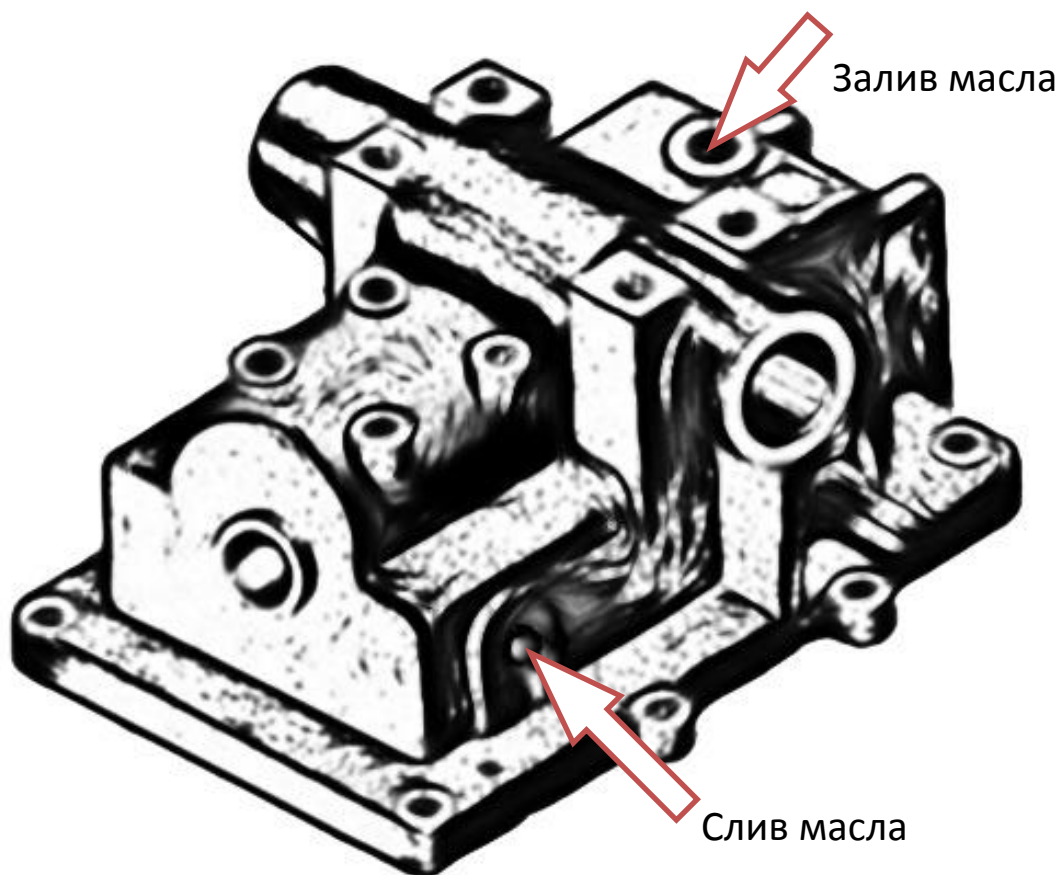

Рис. 3-17. Заливное и сливное отверстия на корпусе гидробака.
Рукоятка включения масляного насоса гидросистемы закреплена на левой стороне корпуса коробки передач (рис. 3-17).
1. Проверить уровень масла в корпусе гидробака. Уровень масла должен находиться между метками на масломерной линейке. Залив и слив масла из корпуса гидробака производится из соответствующих отверстий на корпусе (рис. 3-17).